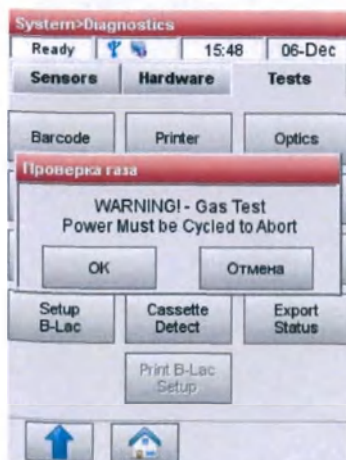

Рис.8-34 Тест газа
- Нажмите **Отмена**, чтобы отменить этот тест (Рис.8-34).